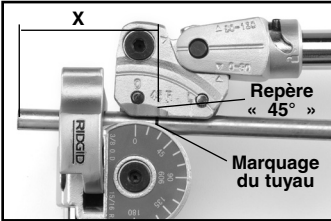

Figure 10 – Avant
- Alignez le marquage du tuyau avec le repère « 45° » du porte-galet (Figure 10).